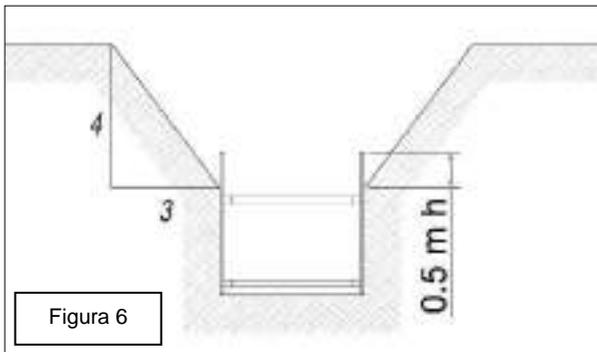

Figura 6
- Se la profondità dello scavo è > 1.50 oltre alla completa armatura con paratie si può adottare anche un sistema misto (Figura 6);